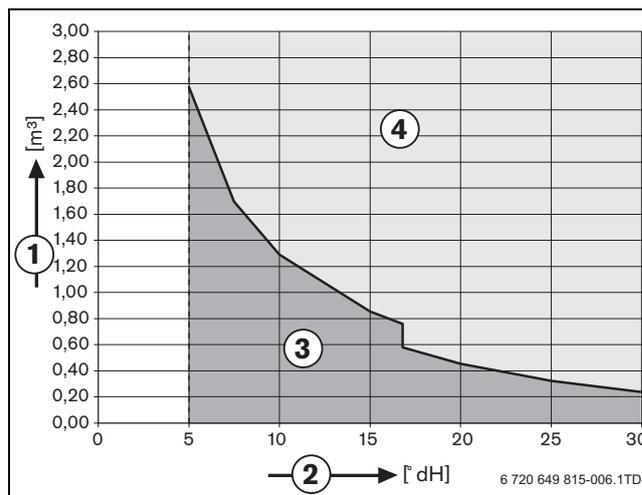

Fig. 1 Requisiti per l'acqua di riempimento e di rabbocco per apparecchi singoli Logamax plus fino a 50 kW
- Come acqua di riempimento e di rabbocco utilizzare esclusivamente acqua di rubinetto non trattata, secondo il regolamento sull'acqua potabile, o acqua di riempimento completamente desalinizzata con una conduttività uguale o inferiore a 10 microsiemens/cm. (→ fig. 1). Non è consentito l'impiego di acqua freatica. Nel caso di impiego di additivi per l'acqua, contattare preventivamente la propria filiale Buderus.